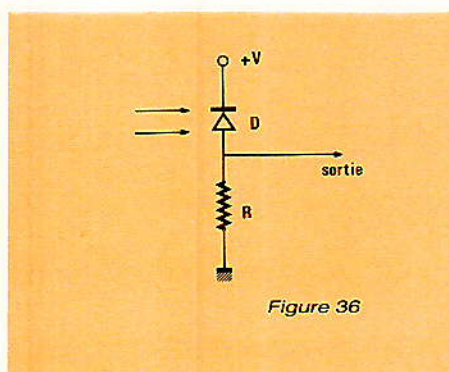

Figure 36
- la capacité C_j de la jonction. Avec la résistance de charge R du circuit extérieur, **figure 36**, elle forme une constante de temps RC_j qu'il convient de minimiser. Or, si S désigne la surface de la photodiode, ρ la résistivité du matériau, d l'épaisseur de la zone désertée, et V la tension inverse appliquée, C_j est de la forme :